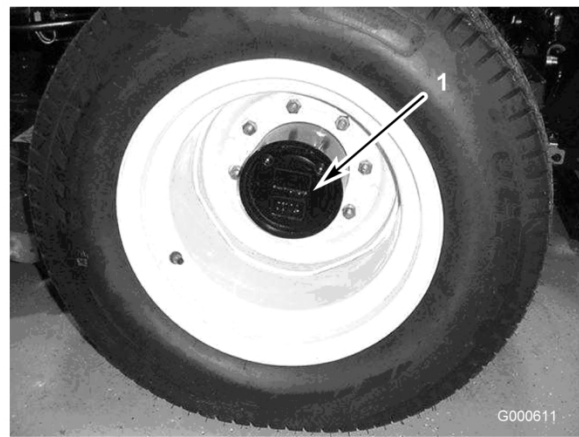

Figura 42
1. Coloque a máquina numa superfície nivelada e posicione a roda de forma a que o tampão de verificação/escoamento (Figura 42) se encontre na sua posição mais baixa (6 horas).